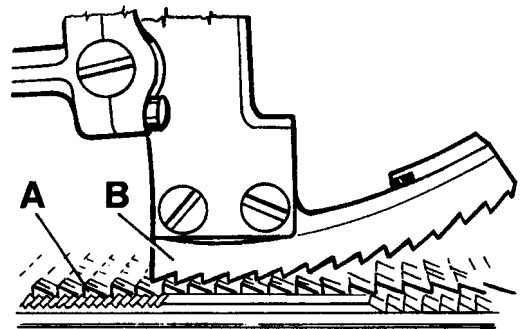

Fig. 18
Simultaneously the upper feed dog (B, Fig. 18) should be positioned so that the tips of its teeth engage with the tooth spaces of the lower feed dog (A), without contacting it. When the lower feed dog (A) is in its highest and the upper feed dog (B) in its lowest point of travel, there must be a small gap between both feed dogs.
Gleichzeitig muß der Obertransporteur (B, Fig. 18) so positioniert sein, daß die Spitzen seiner Zähne in die Zahnlücken des unteren Transporteurs (A) eingreifen, ohne diesen zu berühren. Wenn der untere Transporteur (A) in der höchsten und der Obertransporteur (B) in der untersten Stellung seiner Bewegung ist, muß zwischen beiden Transporteuren ein Luftspalt sein.